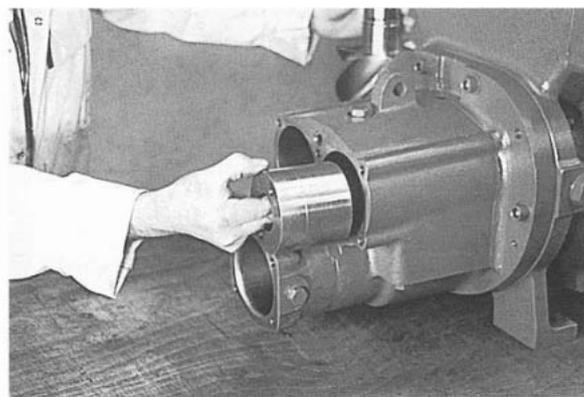

Рис. 114
9. Вставьте промежуточный подшипник "мама" для правильного позиционирования плавающей втулки. (Рис. 114) Оставьте этот промежуточный подшипник на месте, пока не будет установлен ротор "мама".